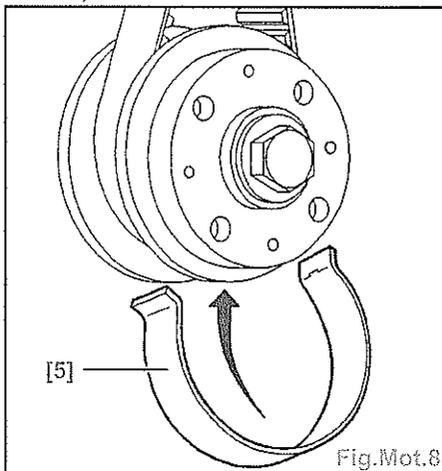

Fig.Mot.8
- Resserrer les vis (19) et (20) à la main.
- Tourner les pignons (18) et (21), dans le sens horaire, pour les placer à fond de boutonnières.
- Maintenir la courroie avec l'outil [5] (Fig. Mot.8).